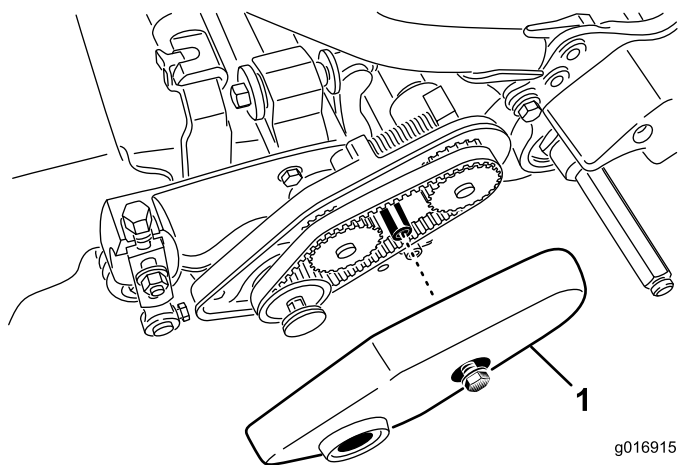

図 20
2. ベルトカバーを固定しているフランジボルトをゆるめてベルトカバーを外し、ベルトを露出させる (図 20)。